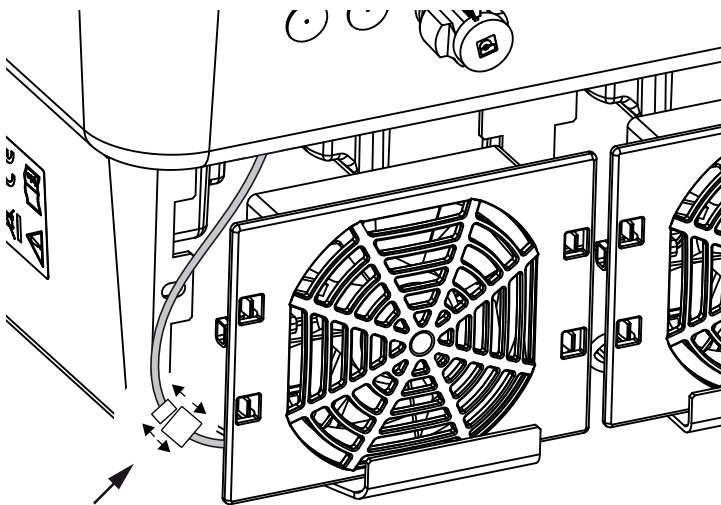

Fig. 54: Retirar el cable del ventilador
4. Extraer la unidad del ventilador completamente de la carcasa. Para ello, separar la conexión de enchufe del cable del ventilador. **Fig. 54**